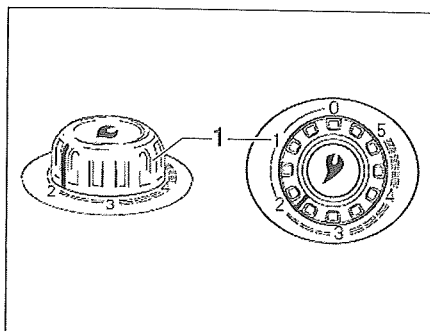

Bild 99 Vridregulator på varmluft-värmesystemet
- Ställ in vridregulatorn på värmningen (Bild 99,1) till önskat värde och tryck ner till stoppläge.
- Ställ in vridregulatorn på värmningen (Bild 99,1) till önskat värde och tryck ner till stoppläge. Automattändningen alstrar tändgnistor. Ett klickande ljud hörs.
- Ställ vridregulatorn på värmen (Bild 99,1) på "0". Automattändningen stängs då också av.
- ▷ För ytterligare information se den separata instruktionsboken "Truma S 3004 (P) / S 5004".